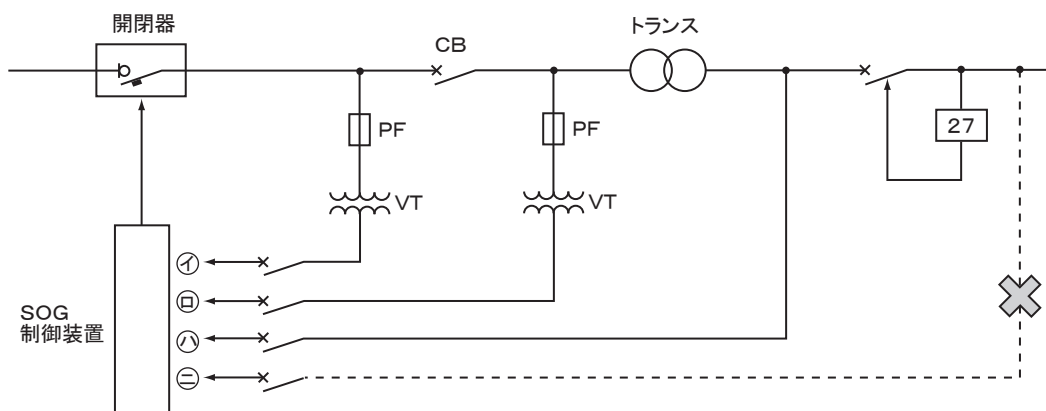

図7 制御電源のとり方
①電源側、負荷側を逆に接続しますと、性能の保証ができません。
②口出線の接続は、雨水が浸透しないよう下向きに接続（寒冷地区の一部は防水圧縮スリーブ接続）し、接続部の絶縁および防水処理を確実に施してください。
- ① 1.25mm²以上の600Vビニル絶縁電線（IV）、600Vビニル絶縁ケーブル（CVV）などを使用してください。
- ② 制御電源を別系統からとればSO動作（過電流→停電→蓄勢トリップ）ができません。
- ③ 制御電源用のスイッチが開いたり、ヒューズが熔断したりして、制御電源が切れることのないよう注意してください。
- ④ 操作変圧器（VT）は計器用変圧器を利用できます。
- ⑤ 雷サージなどの異常電圧はP2端子から接地へ放電するようにしていますので、P2端子に制御電源の接地相側を接続してください。
- ⑥ ㊦のとり方をしますと、もし電圧降下で27が動作し、配線用遮断器が開放すると制御電源がなくなりますので、配線用遮断器再投入までに事故が発生したとき、本開閉器で保護することができません。
⑦ 図7において㊦のとり方を推奨します。